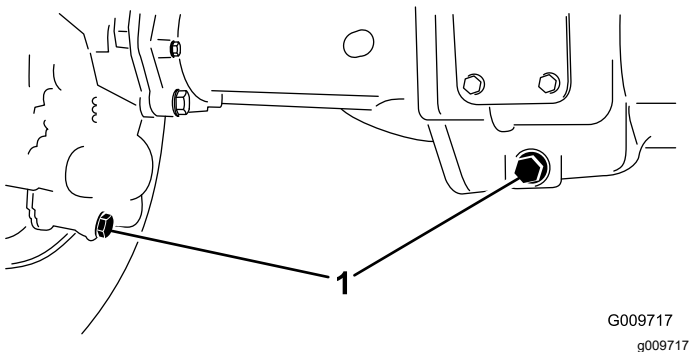

Bild 110
- Reinigen Sie den Bereich um die drei Ablassschrauben, d. h. jeweils eine an beiden Enden und eine in der Mitte (**Bild 110**).